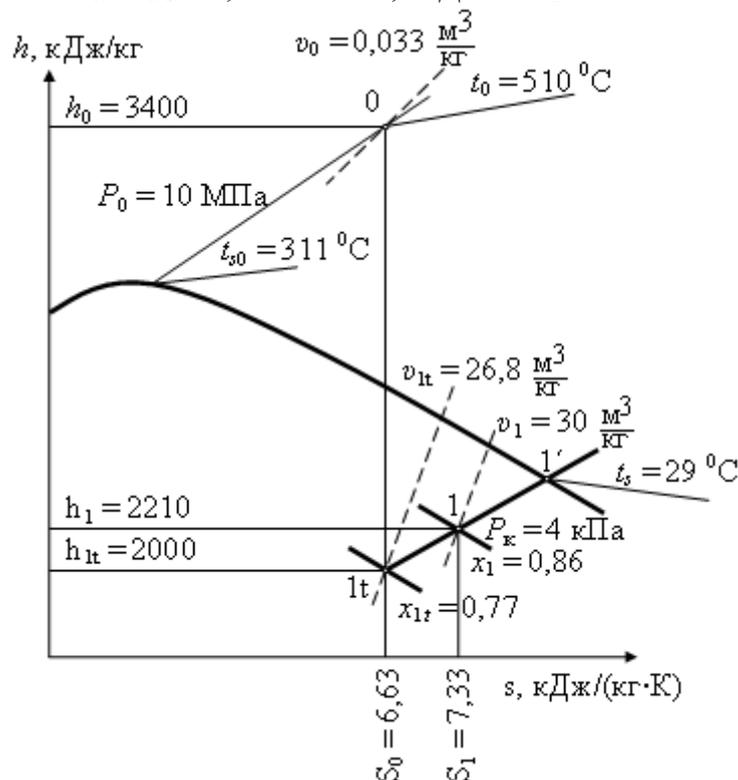

Рис. 4.1. Определение параметров состояния пара по  $h$ ,  $s$  - диаграмме
1. По известным  $p_0$  и  $t_0$  по  $h$ ,  $s$ -диаграмме или по таблицам термодинамических свойств воды и водяного пара находятся параметры состояния пара в начальной точке 0 (рис. 4.1):  $h_0 = 3400 \text{ кДж/кг}$ ,  $v_0 = 0,033 \text{ м}^3/\text{кг}$ ,  $s_0 = 6,63 \text{ кДж}/(\text{кг}\cdot\text{К})$ ,  $t_{s0} = 311 \text{ }^\circ\text{C}$ . (Таблицы термодинамических свойств воды и водяного пара и  $h$ ,  $s$ -диаграмму в электронном виде выдает преподаватель).